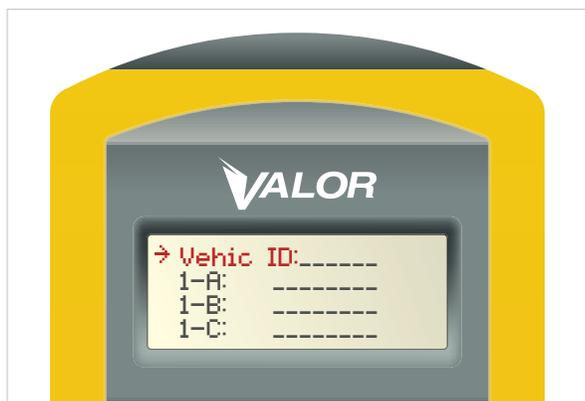

Figure 8
1. À partir du menu Vehic ID: (ID du véhicule) affiché à l'écran (Figure 8), placez le SmarTool directement sur l'émetteur-récepteur CANbus, éteignez-le, puis rallumez-le. **Vous pouvez aussi** appuyer sur l'interrupteur d'alimentation du faisceau. (Figure 12)